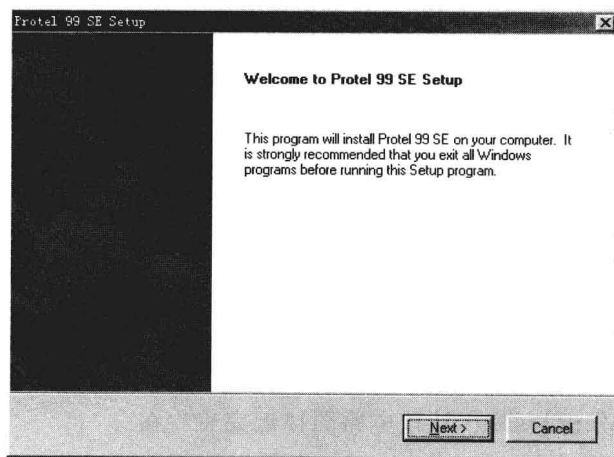

图 1-2 安装软件的欢迎信息
① 运行安装光盘中 Protel 99 SE 子目录下的 Setup.exe 文件,将显示如图 1-2 所示安装软件的欢迎信息。